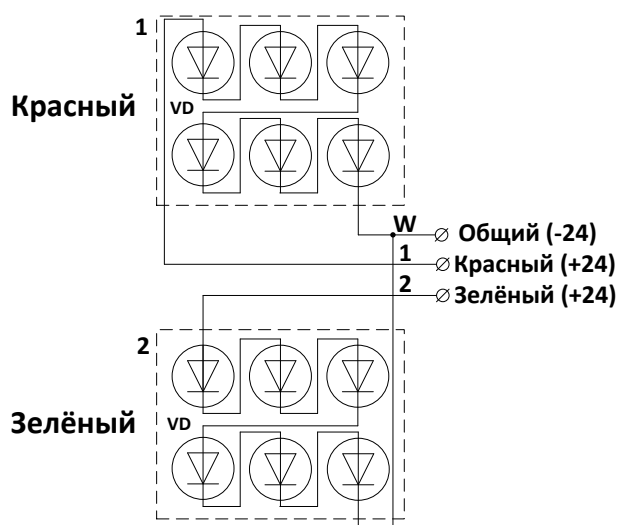

Рисунок 3. Схемы функциональная и подключения трёхцветной светодиодной сигнальной панели **Commeng CR IP-1902**
2.1.3 Гибкие многожильные выводы соединить с проводами питания и сигнализации (см. рис. 3): белый (общий) -24В; красный и зеленый с проводами, при подаче на которые +24 В должен загореться красный или зеленый сигналы соответственно.